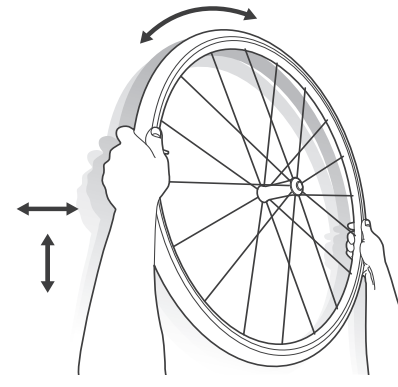

Abb. 21. Das Laufrad drehen bzw. schütteln
5. Halten Sie das Laufrad fest, schwenken Sie es vor und zurück und drehen Sie es, um das Dichtmittel im Inneren des Reifens zu verteilen (Abb. 21).